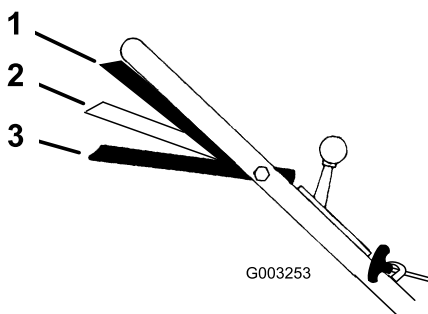

Bild 15
1. Stellen Sie den Fahrgeschwindigkeitshebel auf die Neutralstellung (N) .
3. Drücken Sie den Schaltbügel gegen den Griff in die Lauf-/Fahr-Stellung (Bild 15).
Lauf-/Fahr-Stellung gedrückt ist, da das Getriebe beschädigt werden kann. Der Schaltbügel sollte in der Lauf-/Schalten-Stellung (Bild 15) sein , wenn Sie die Fahrgeschwindigkeit ändern.